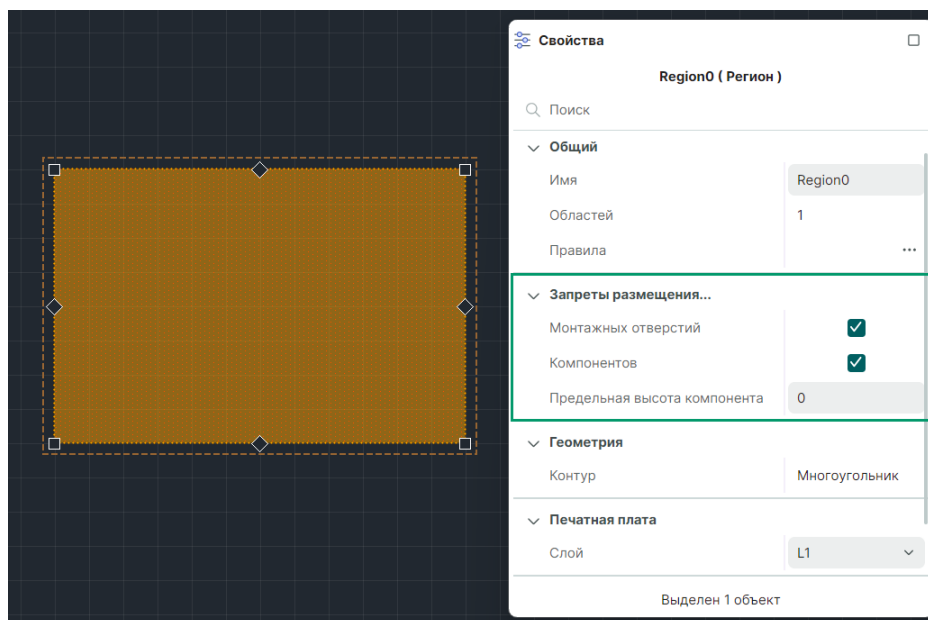

Рис. 170 Установка запрета размещения в регионе компонентов и монтажных отверстий
2. Отметьте в панели «Свойства» → «Запреты размещения...» флагом чек-боксы типов объектов, для которых в регионе будет установлен запрет на размещение, см. Рис. 170.